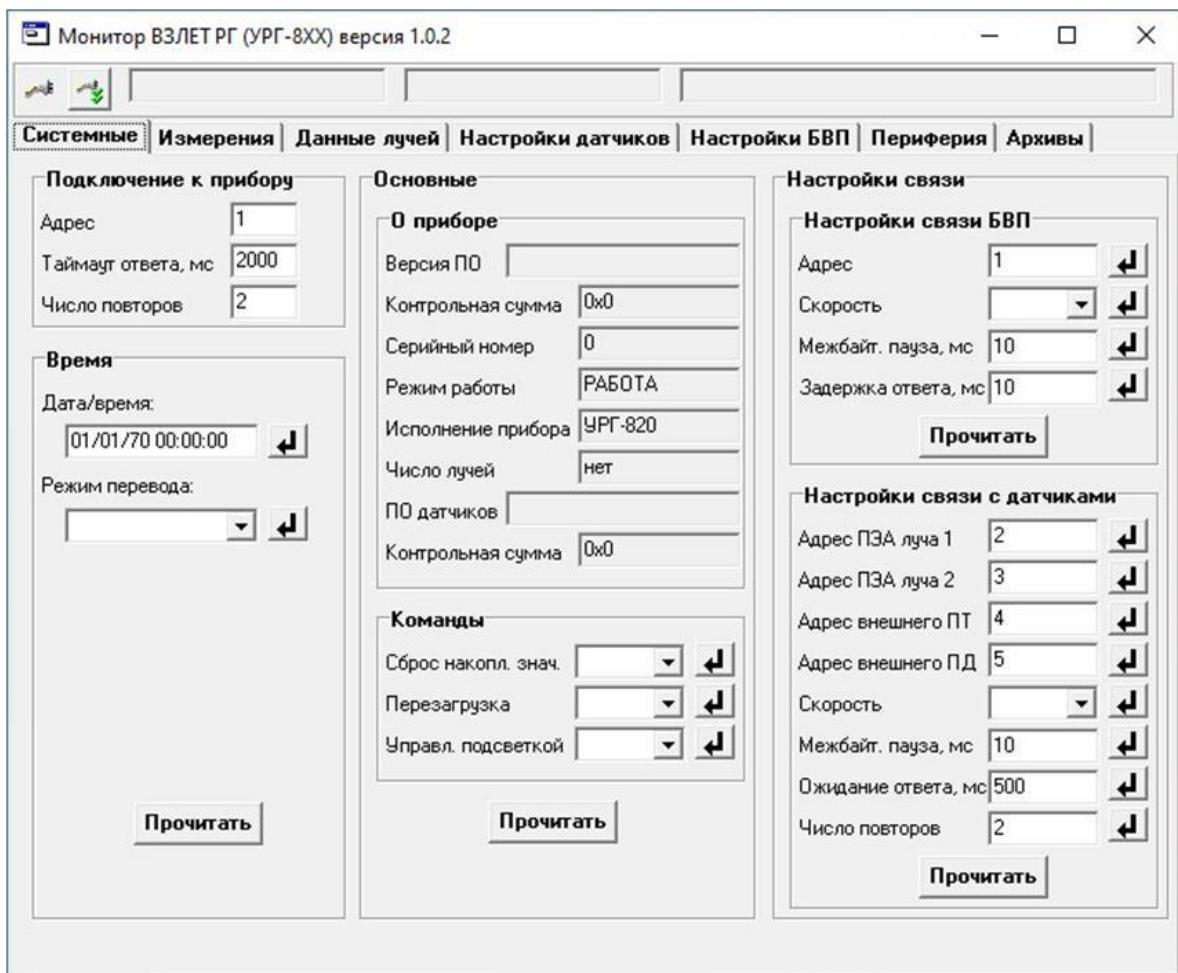

Рисунок 18 - Основное окно программы.
6.1.2 Запустить на ПК программу «Монитор Взлет РГ (УРГ-8XX)». На мониторе ПК появится основное окно программы (рисунок 18):